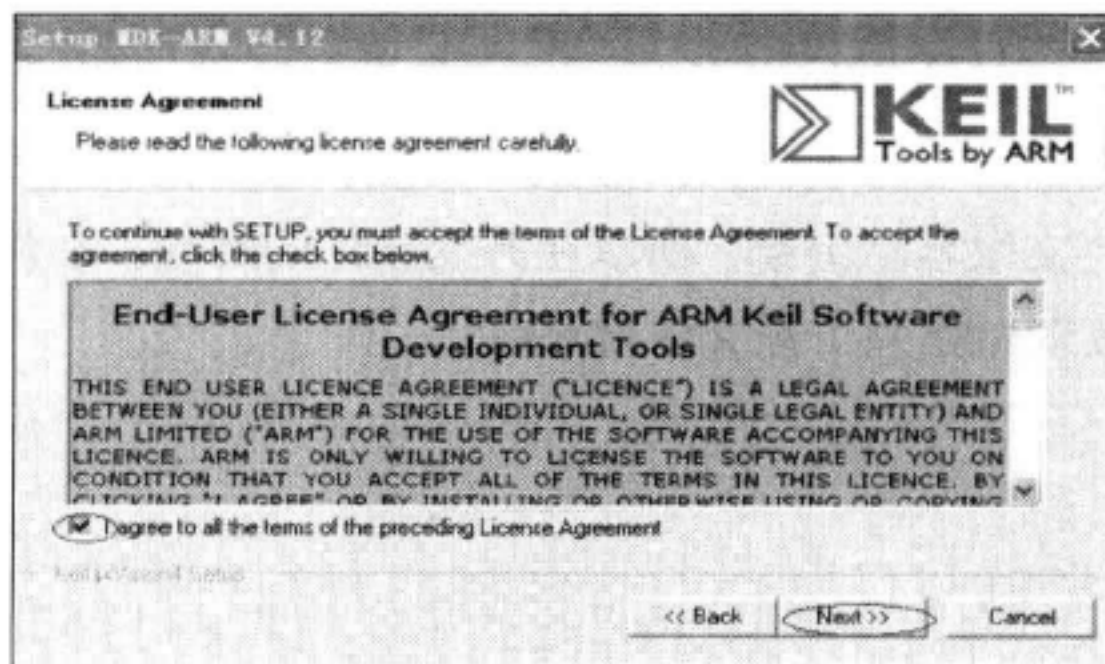

图 3-2 安装步骤 2
- 2) 勾选复选框，点击 Next 按钮，如图 3-2 所示。